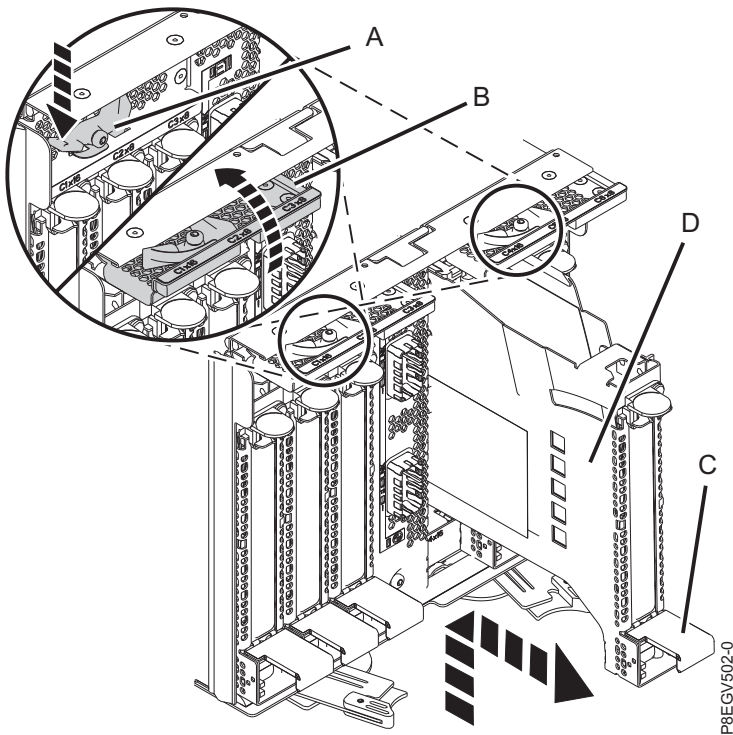

Figura 5. Extracción de una casete de adaptador PCIe
- a. Libere ambas puertas del pestillo (**B**) ejerciendo presión sobre las palancas de los pestillos (**A**) en la dirección que se muestra en la Figura 5 en la página 6. Las puertas de los pestillos (**B**) giran automáticamente en la dirección que se muestra en la Figura 5 en la página 6.
- b. Levante el asa del casete (**C**) y tire de la casete (**D**) sacándola de la ranura, tal como se muestra en la Figura 5 en la página 6.